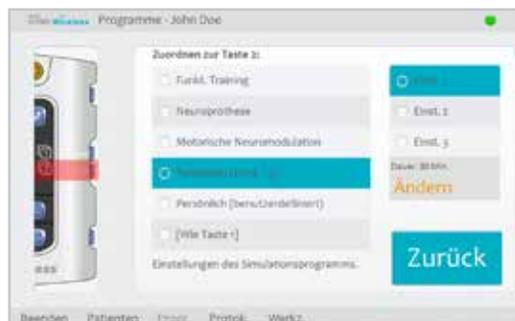

Abbildung 8-33: Fenster „Zuordnen zur Taste 2“
2. Daraufhin öffnet sich das Fenster „Zuordnen zur Taste 2“. Siehe Abbildung 8-33.